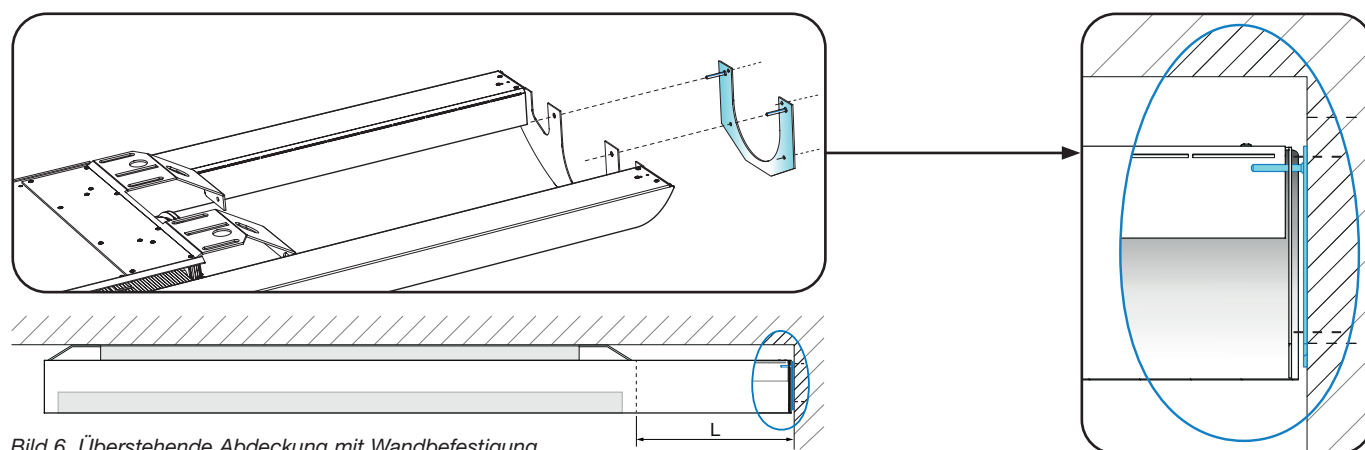

Bild 6. Überstehende Abdeckung mit Wandbefestigung..
1. Überstehende Abdeckung mit Wandbefestigung (siehe Bild 6). Maximale Länge: 3600 mm (in Stufen von 1 mm).